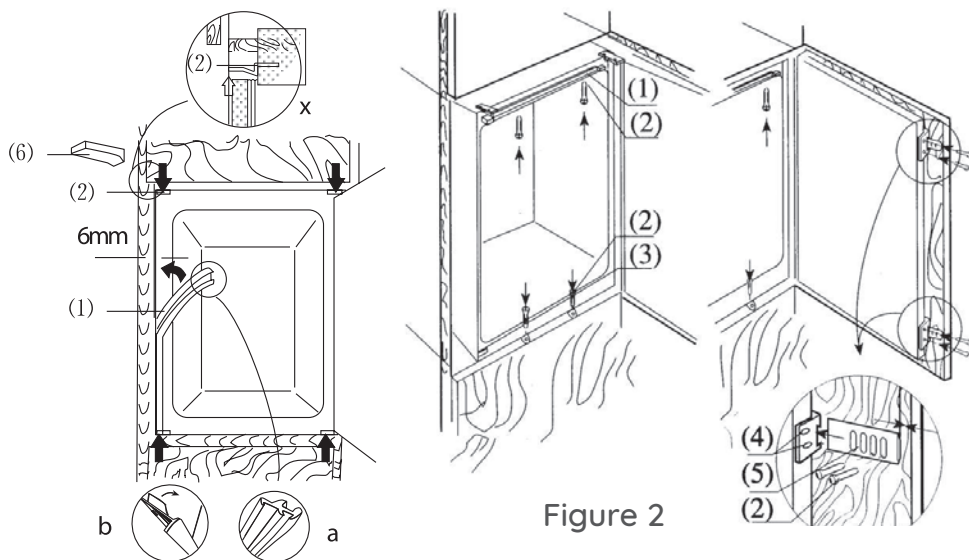

Figure 2
• Installation (Figure 2)
2. Passez le câble d'alimentation à travers le meuble de manière à pouvoir le raccorder à la prise de courant après l'installation de l'appareil. Déposez le couvercle (6) uniquement s'il n'y a pas d'espace.
3. Fixez les montures (1) par les vis (2) sur le châssis en haut après avoir poussé le réfrigérateur dans la niche pour deux tiers. Ensuite poussez le réfrigérateur à fond tout en vérifiant que le crampon des montures s'encastre sur le châssis horizontal du meuble.